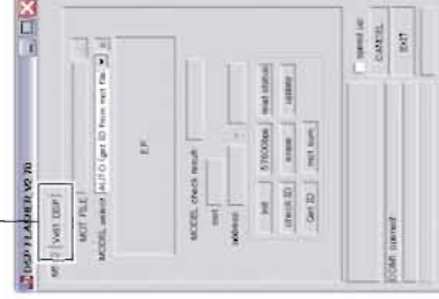

Fig. 4
The screen appears as shown below. (Fig. 4)
下記の画面が表示されます。(Fig. 4)
2. Click [Vx61 DSP]. (Fig. 4)
2. [Vx61 DSP] をクリックします。(Fig. 4)